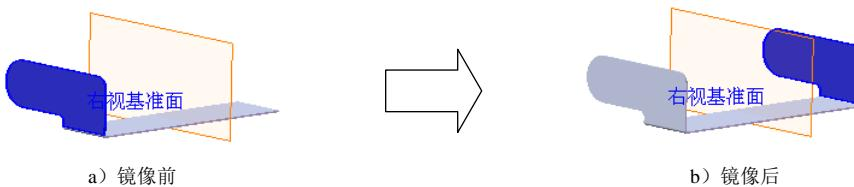

图 14.5.16 镜像 1
Step4. 创建图 14.5.16 所示的镜像 1。
- (1) 选择命令。选择下拉菜单 **插入(I)** \rightarrow **阵列/镜向(E)** \rightarrow **镜向(M)...** 命令。
- (2) 定义镜像基准面。选取右视基准面作为镜像基准面。
- (3) 定义镜像对象。选择边线法兰 1 作为镜像 1 的对象。
- (4) 单击 \checkmark 按钮，完成镜像 1 的创建。